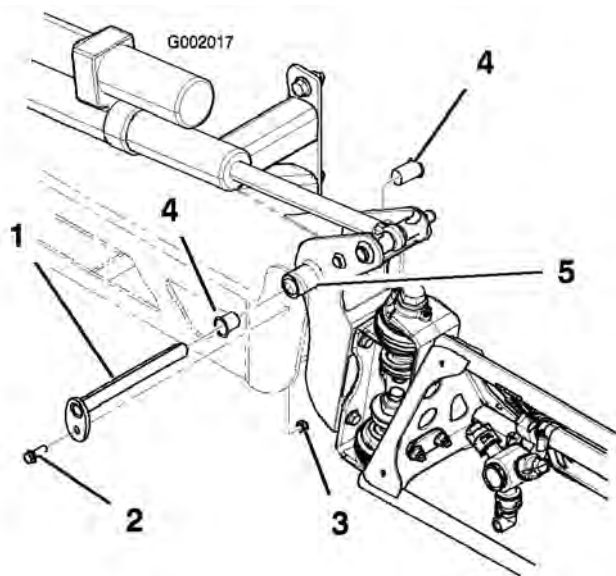

Bild 47
3. Wenn das Gewicht des Spritzgestänges abgestützt ist, nehmen Sie die Schraube und die Mutter ab, mit denen der Gelenkstift am Spritzgestänge befestigt ist (Bild 47). Entfernen Sie den Gelenkstift.
5. Entfernen und prüfen Sie die Kunststoffbüchsen von der Vorder- und Rückseite der Gelenkhalterung (Bild 47). Tauschen Sie beschädigte Büchsen aus.
7. Montieren Sie das Spritzgestänge und die Gelenkhalterung im mittleren Rahmen und richten Sie die Öffnungen aus (Bild 47).